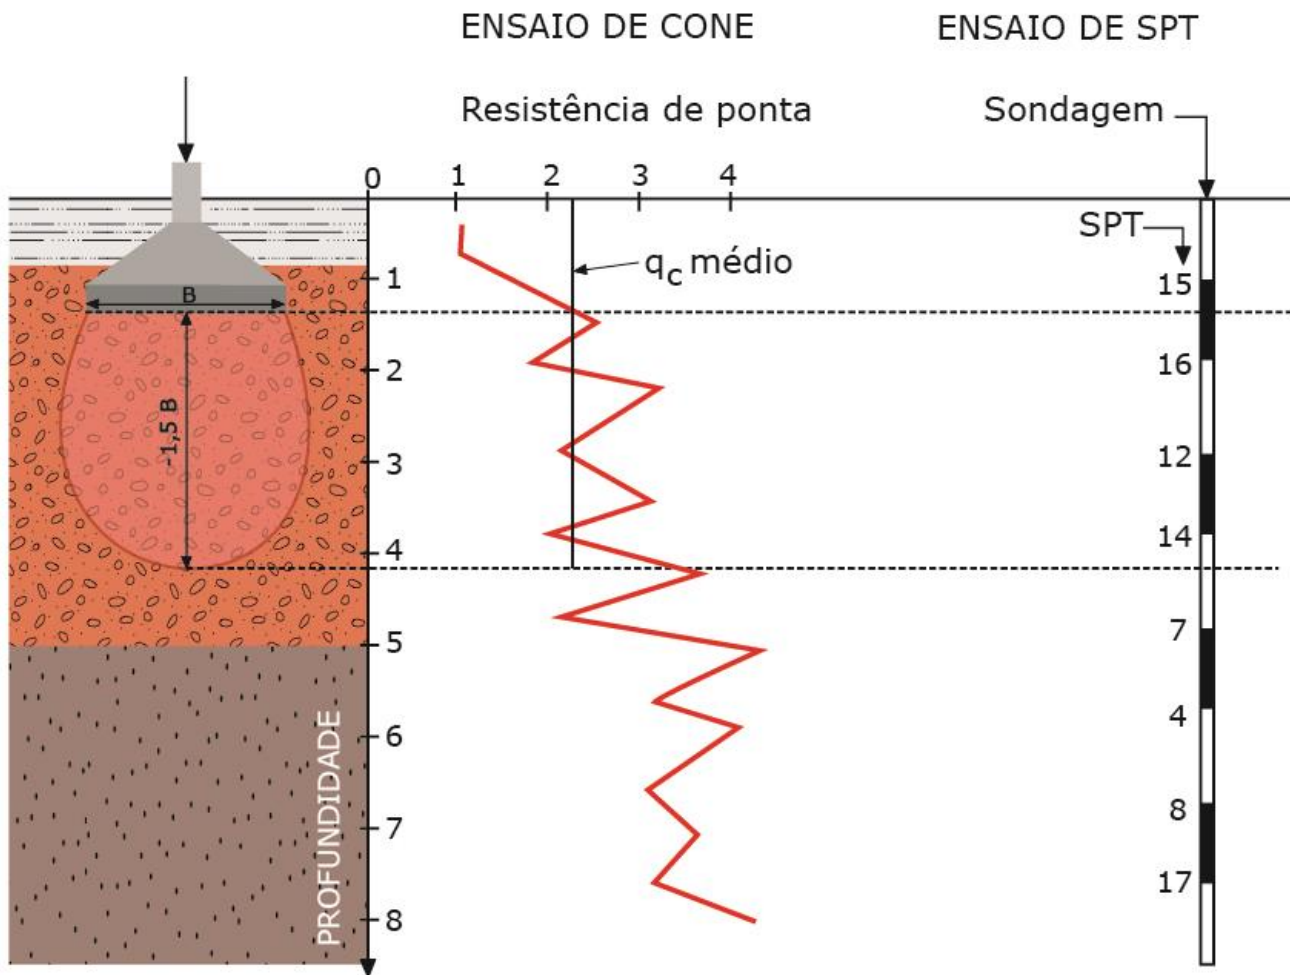

Figura 41: Dados de sondagem de um solo de uma fundação versus bulbo de pressão atuante
Perceba que o bulbo de tensões vai definir inclusive a região limite até onde vamos estudar a resistência do solo para fundações superficiais. Veja o exemplo da Figura 41. Como disse, considera-se o bulbo de tensões para acréscimos de até 10% de carga aplicada pela fundação. Assim, quando formos analisar a resistência/módulo de elasticidade do solo para uma **sapata** como na Figura 41, consideraremos as cargas até a **profundidade** que resulte no **bulbo de 10%**, o que para sapatas corresponde a 1,5 a 2 vezes a sua largura (B), ou seja, **1,5 a 2 vezes B**.